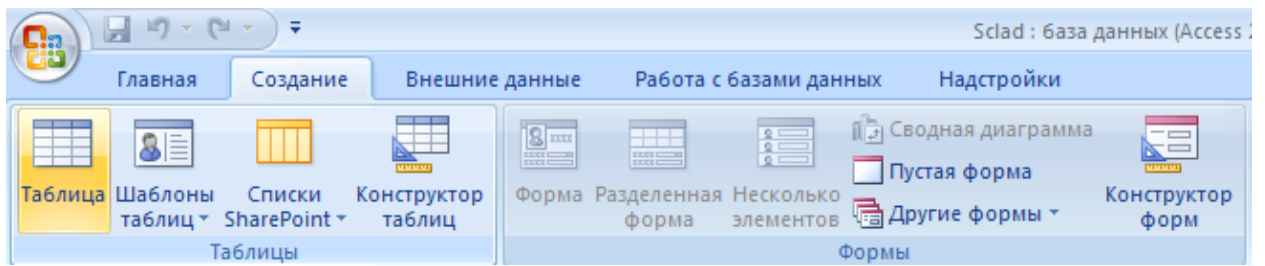

Рис.4. Создание новой таблицы
1. По аналогии с таблицей ТИП_ПОКУПАТЕЛЯ создайте остальные таблицы справочники: ПОСТАВЩИК, ТИП_ТОВАРА, ФОРМА_ОПЛАТЫ. Для создания новой таблицы выберите пункт меню **Создание – Таблица** (рис.4).